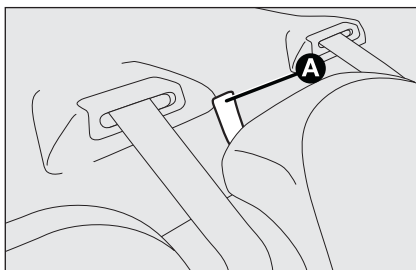

fig. 90
- tirer vers le haut les dispositifs de blocage **A** fig. 90 pour débloquer la partie gauche ou droite du dossier et l'accompagner sur le coussin.
- tirer vers le haut les dispositifs de blocage **A** - fig. 90 pour débloquer les dossiers et les accompagner sur le coussin.